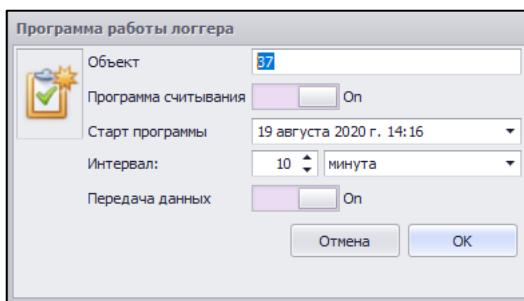

Рисунок 9. Настройка программы считывания
- Настроить программу считывания. С помощью команды «Прибор-> Программа считывания» вызвать диалоговое окно «Программа работы логгера» (Рисунок 9), в котором включить программу считывания, установить имя объекта, дату и время старта программы, временной интервал считывания температуры и передачу данных. Если отключить передачу данных, то прибор будет работать в режиме логгера (РГТ-ЛС-10,00) с сохранением данных во внутреннюю память. Для корректной работы приборов РГТ-ЛС-Х3, количество одновременно передающих данные приборов, не должно быть больше четырех, это связано с особенностями работы LoraWAN сети. В связи с этим, рекомендуемое минимальное время считывания и передачи данных с 4-х приборов составляет 5 минут.